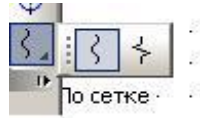

Рисунок 5 – «Волнистая линия» и «Линия с изломами»
- «Волнистая линия» и «Линия с изломами» - см. рисунок 5